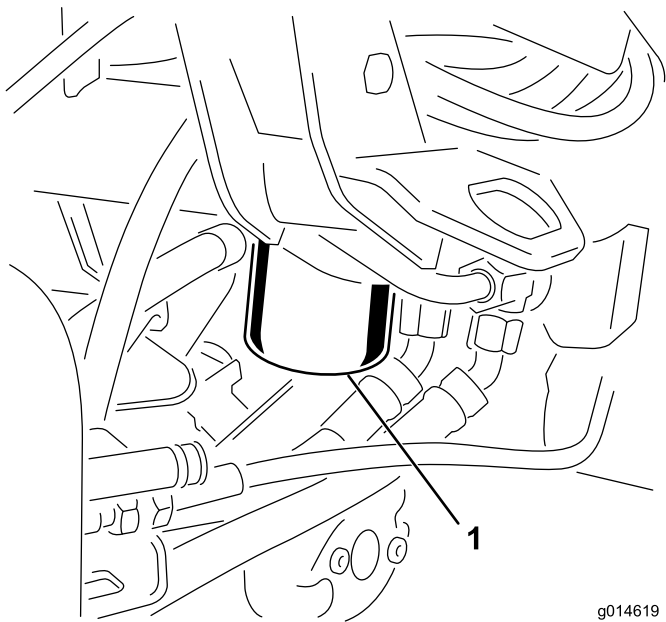

Figura 53
1. Limpe a zona em torno da montagem do filtro (Figura 53). Coloque um recipiente de escoamento debaixo do filtro e retire o filtro.